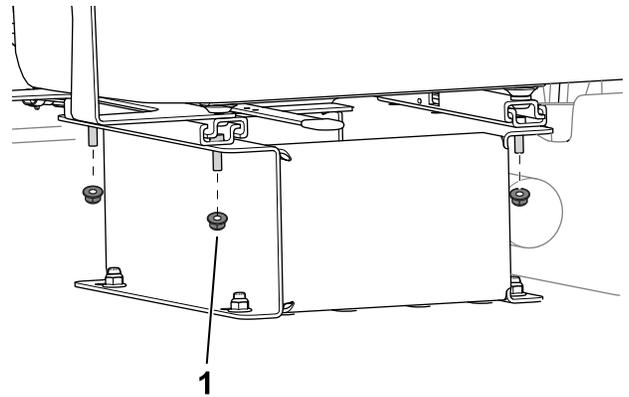

Figure 3
1. Fixez le siège sur sa base avec 4 écrous (Figure 3).